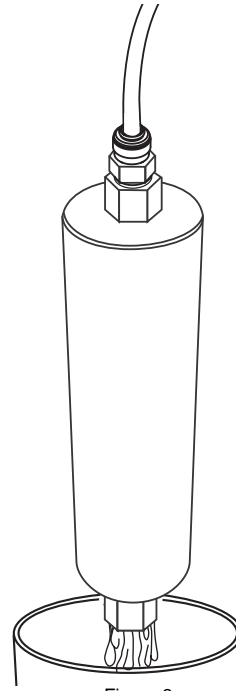

Figura 3
6. Abra el suministro de agua y enjuague el filtro en una cubeta. Deje que el agua corra durante 5 minutos para extraer el aire (ver Figura 3).